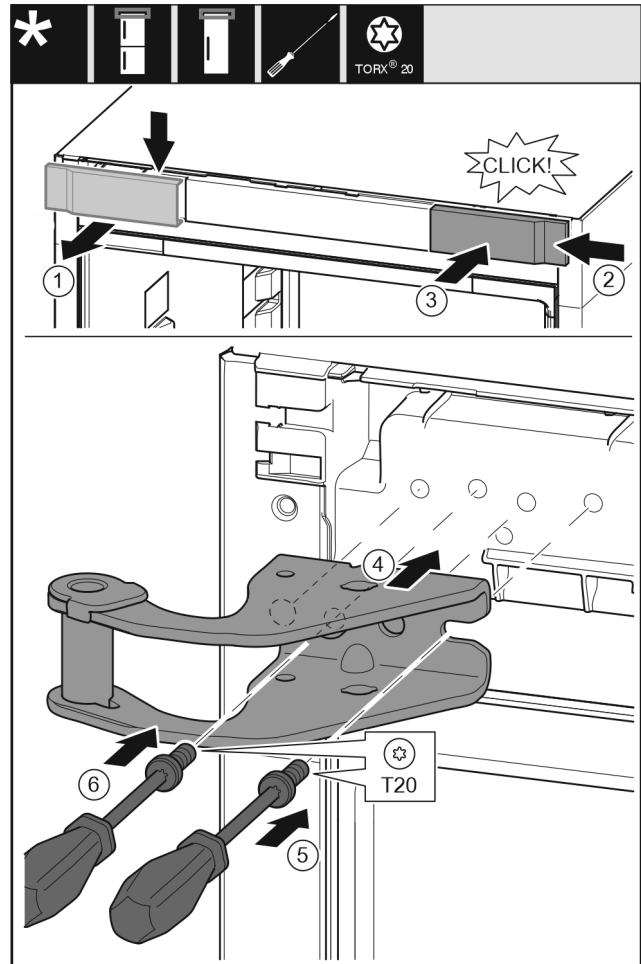

Fig. 14
- Afdekking van boven naar voren toe verwijderen. Fig. 14 (1)
- Afdekking 180° gedraaid op de andere kant van rechts aanbrengen. Fig. 14 (2)
- Afdekking vastklikken. Fig. 14 (3)
- Bovenste lagerbus plaatsens. Fig. 14 (4)
- Schroef met schroevendraaier T20 aanbrengen en vastdraaien. Fig. 14 (5)
- Schroef met schroevendraaier T20 aanbrengen en vastdraaien. Fig. 14 (6)